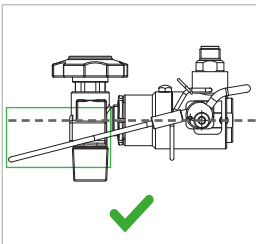

Abbildung 9
- ▶ Klappen Sie die Betätigungsbügel (Pos. 6) nach oben. Der Bügel muss sich leicht und ohne Kraftaufwand nach oben führen lassen. Das Drahtseil muss in seiner Endposition unterhalb der Waagrechten des Adapters liegen (*Abbildung 9*).